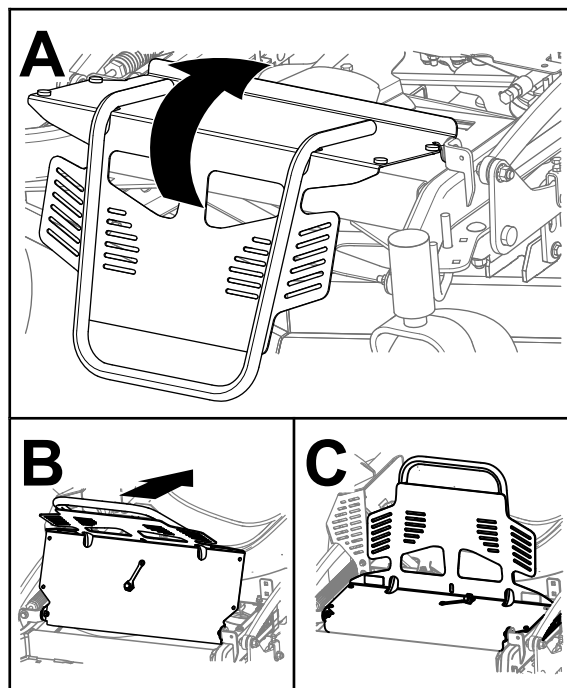

Bild 33
- Drehen Sie den Motorschutz nach hinten, wie in **Bild 33** dargestellt.